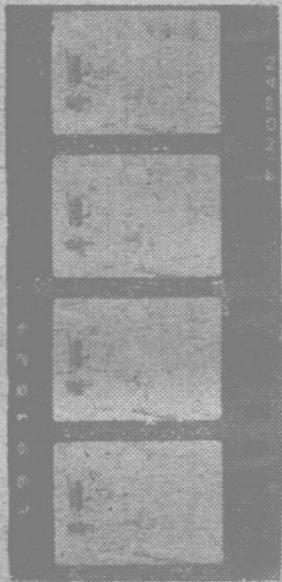

图 3
3. 摄影机或录音机上的挂片门或亮室洗片机的安全罩关得不严密。形成胶片的一边跑光(图.3)。